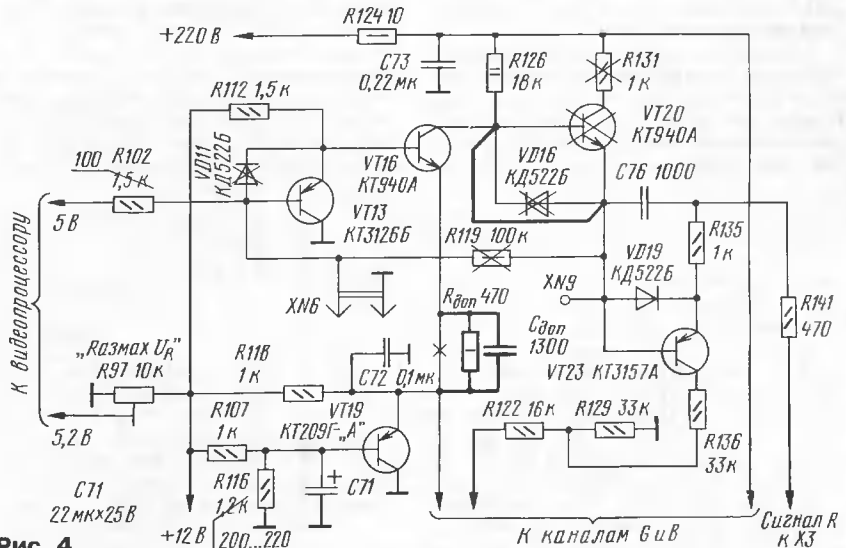

Рис. 4
Рассмотрим для примера конкретную доработку телевизора «Горизонт — 51СТV441». Фрагмент его принципиальной схемы изображен на **рис. 4**. Изменения показаны для видеоусилителя «красного» (R) канала, остальные два дорабатывают аналогично.